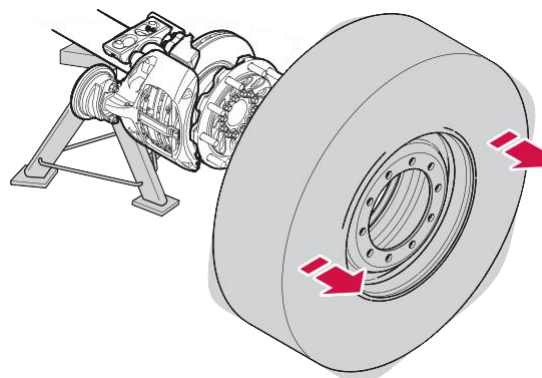

Figura 7. Remova a roda
2. Remova as porcas da roda seguidas pela roda, veja a figura 7.